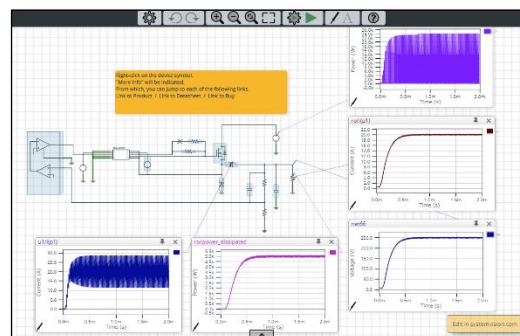

Figure 3. Web ブラウザー上にシミュレータが起動します
2. 'Simulation' ボタンをクリックすると Web ブラウザー上でシミュレータが起動します (Figure 3)。